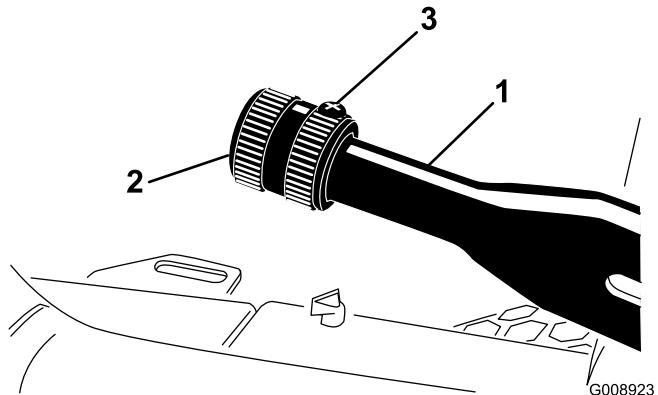

Figura 68
- Desaperte o parafuso de afinação que fixa o manípulo à alavanca do travão de estacionamento (Figura 68).